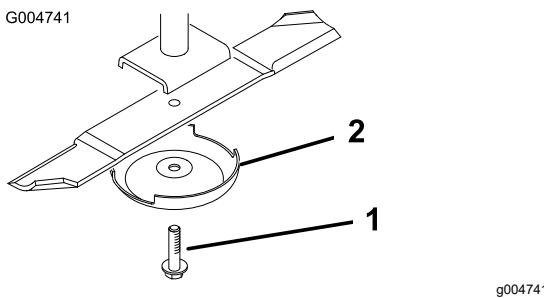

Figure 6
8. Montez les lames, les coupelles de protection et les boulons de fixation (Figure 6).